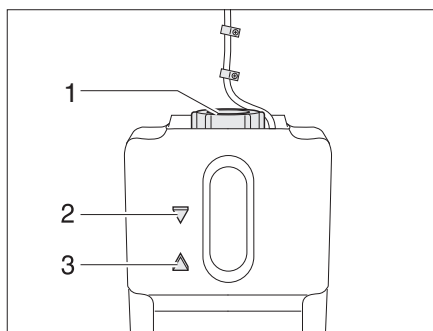

Fig. 393 Vaso d'espansione del riscaldamento ad acqua calda
- Controllare se il livello del liquido nel vaso d'espansione (Fig. 393) è tra la riga del "MIN" (Fig. 393,3) e del "MAX" (Fig. 393,2).
- Aprire il coperchio (Fig. 393,1) del vaso di espansione.